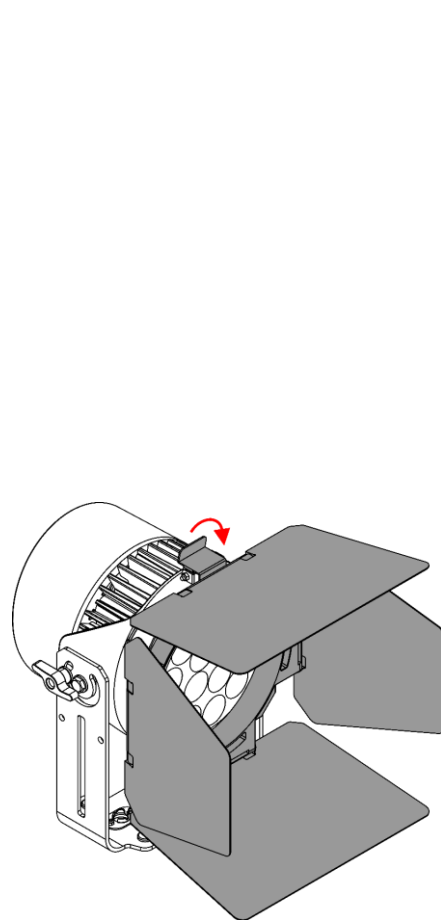

Fig. 11
- 04) Tirare il clip di fissaggio a molla del Supporto per l'accessorio verso il basso (Fig. 11). La barndoor viene bloccata in posizione.